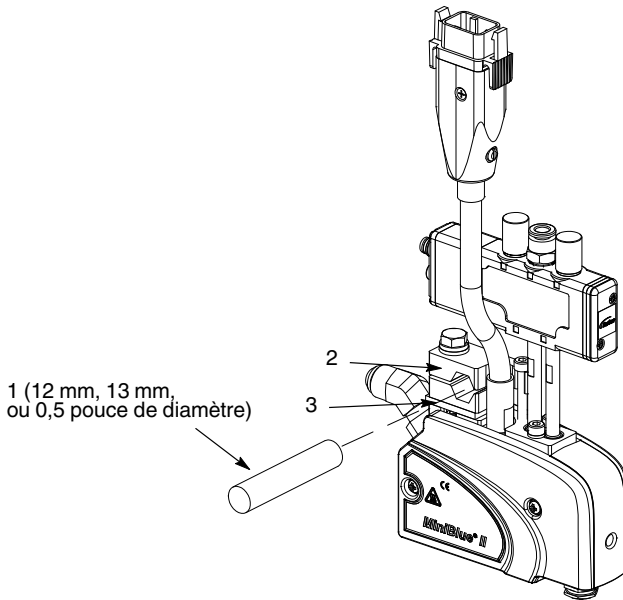

Figure 9: Montage d'un applicateur à l'aide de l'ensemble de serrage (la figure représente un applicateur SlimLine)
1. Voir la figure 9. Glisser l'ensemble de serrage sur une barre de 12 mm, 13 mm ou 0,5 pouce, ou démonter l'ensemble de serrage, puis l'assembler à nouveau (avec l'applicateur et les entretoises isolantes) sur la barre de fixation. S'assurer que les entretoises isolantes sont placées entre le distributeur et l'ensemble de serrage.